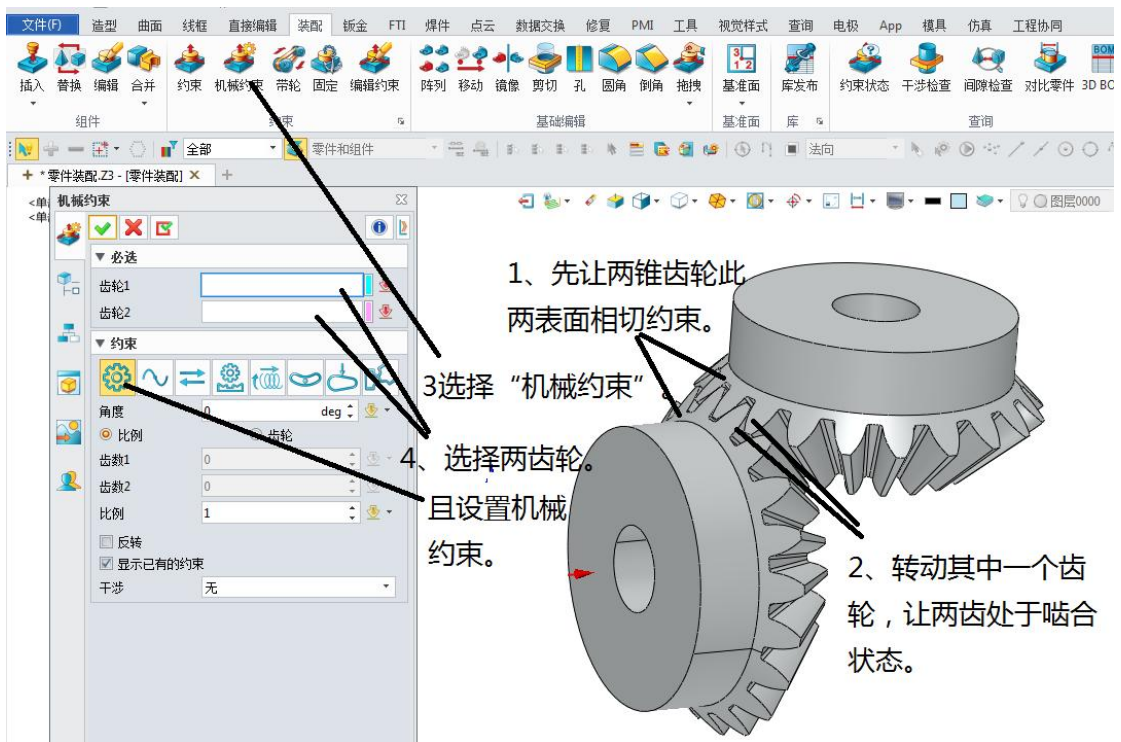

图 14-6 锥齿轮机械约束
(3) 锥齿轮 1 与锥齿轮 2 约束。如图 14-6 所示。